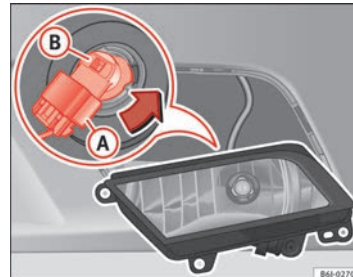

Abb. 159 Nebelscheinwerfer
- Ziehen Sie den Stecker ⇒ Abb. 159 (A) von der Lampe ab.
- Drehen Sie den Lampenträger ⇒ Abb. 159 (B) nach links und ziehen Sie.